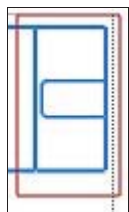

Рис. 24.8. Замкнутый контур для создания местного разреза
- ◆ на этом виде стилем *Тонкая* создайте замкнутый контур, как на рис. 24.8;